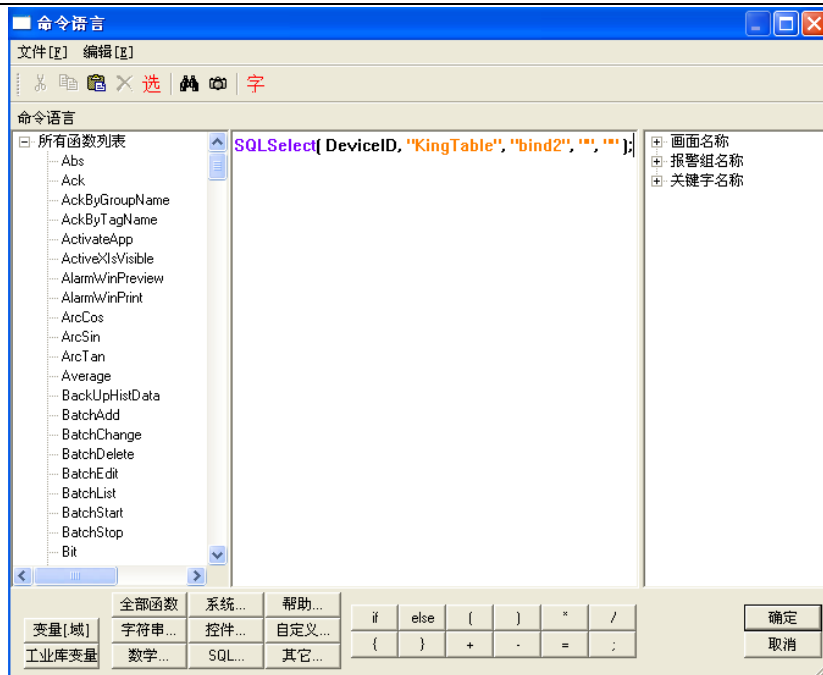

图 9-8 记录查询命令语言对话框
7、在按钮的弹起事件中输入如下命令语言，如图 9-8 所示。